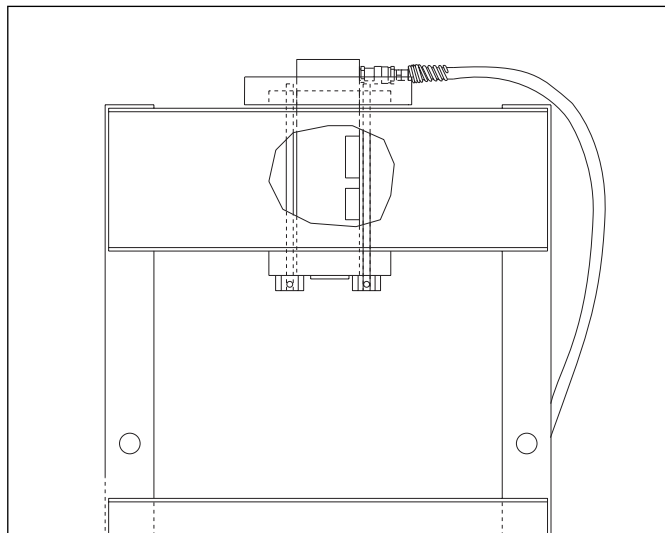

Figura 2. Collegamenti idraulici per cilindri a semplice effetto
4.1 Cilindri a semplice effetto (Vedere Figura 2)